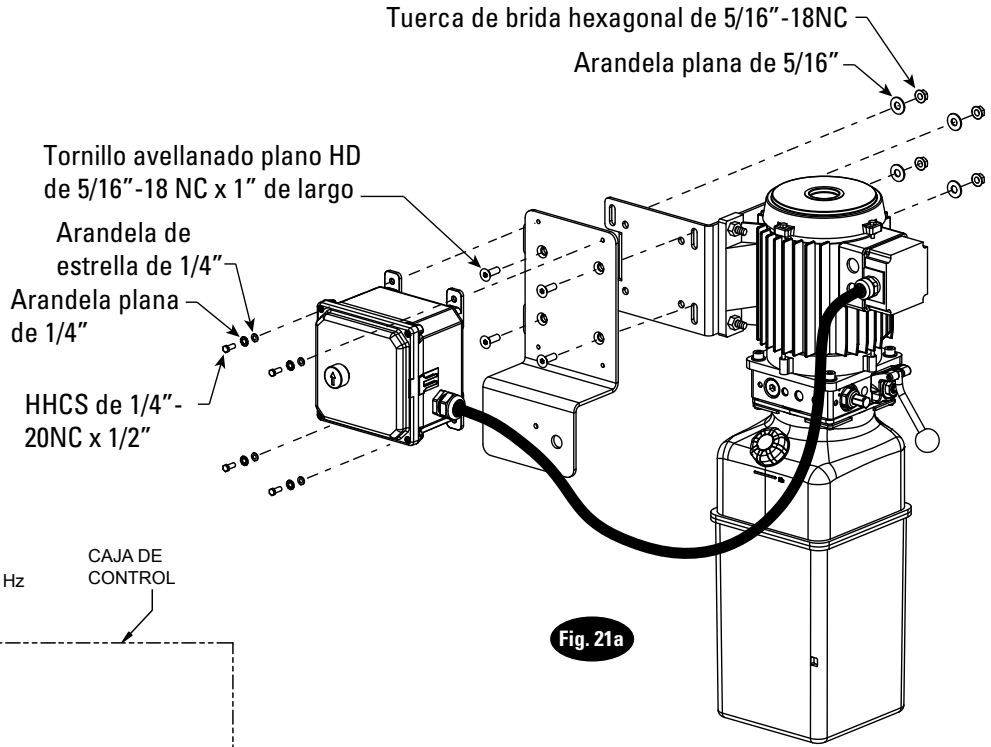

Fig. 21a
A. Coloque el soporte de montaje al soporte de la unidad de potencia usando (4) tornillos avellanados planos HD de 5/16"-18 NC x 1" de largo, (4) arandelas planas de 5/16" y (4) tuercas de brida hexagonal de 5/16"-18 NC, Fig. 21a.
B. Conecte la caja de control al soporte usando (4) HHCS de 1/4"-20NC x 1/2", (4) arandelas planas de 1/4", (4) arandelas de estrella de 1/4". Fig. 21a.